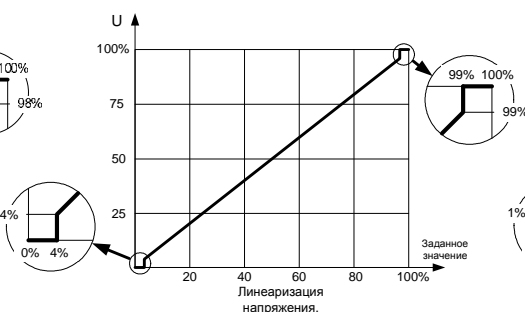

рис. 7
2. Линеаризация по напряжению - напряжение на нагрузке пропорционально входному воздействию (см. рис. 7)